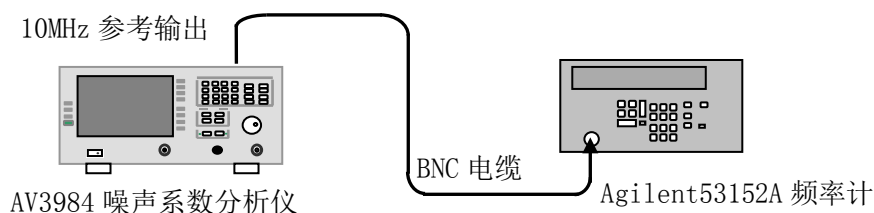

图 10-1 参考频率精度和稳定度测试框图
- 1) 如图 10-1 所示连接测试仪器，开机预热 30min。